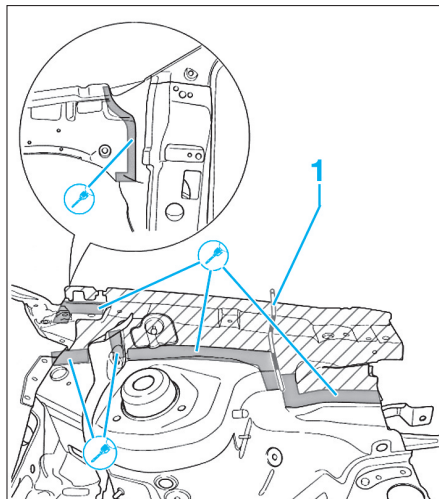

FIG. 10
- Dépointer et dégraffer les accostages d'origine (Fig.10).